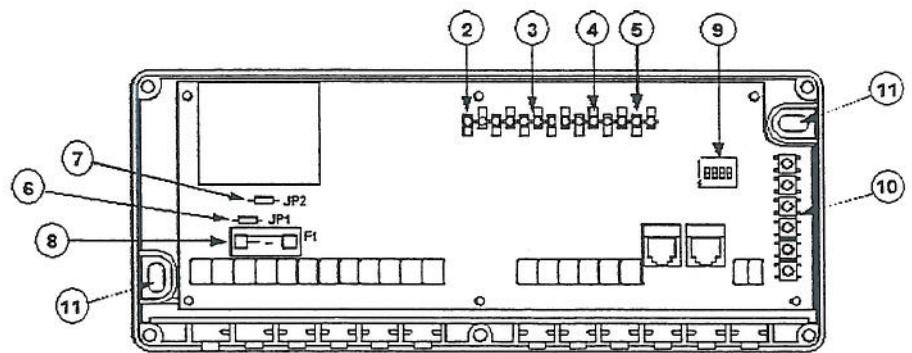

Fig. 2. Styresystemets printkort, med opbygningen, sikring og DIP-switch
I fig. 2 ses opbygningen af styresystemets indre del.
DLP 600M kan vise, hvilke kanaler der har fået en adresse, og hvilke der ikke har. Ved opstarten, når strømmen tilsluttes styreenheden, vil lamperne (3)(4)(5) fig. 2, blinke tre gange. Efterfølgende vil de aktive kanaler lyse, (de kanaler som har fået en adresse). De kanaler, som endnu ikke har en adresse, vil ikke lyse. Hvis systemet skal bruge mindre end seks termostater, så man ikke skal bruge alle kanaler, er det vigtig at lade de kanaler, som ikke skal bruges ligge inaktive. Det vil sige, at de ikke tildeles en adresse. Enheden vil ignorere de kanaler, som ikke er forbundet med nogle telestater.
1. Tryk på knappen for den valgte kanal (10) fig. 2 og hold den nede.